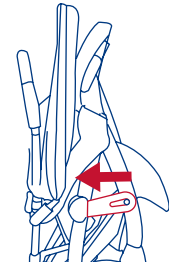

Fig. 1a
- 1) • Unlock the release lever (Fig. 1a).